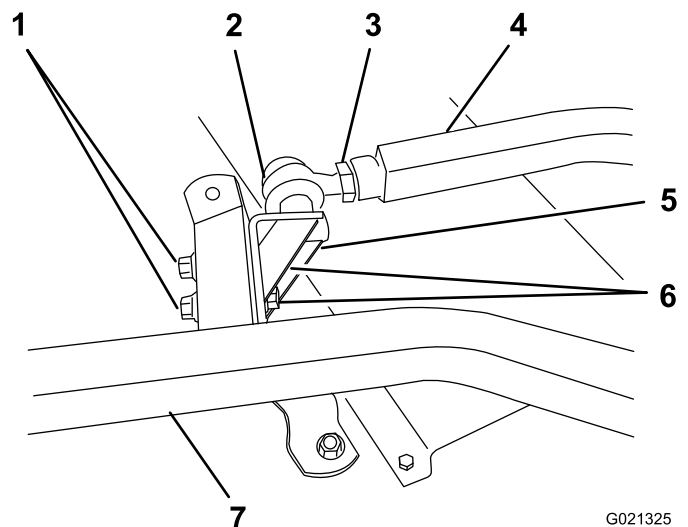

Bild 23
6. Ein Helfer sollte den linken Schubarm nach unten drücken, während Sie die Kopfschrauben, Flachscheiben und Sicherungsmuttern entfernen, mit denen die Kugelgelenkhalterung am Laufradarm des Mähwerks befestigt ist (Bild 23). Jetzt kann der Helfer den Schubarm vorsichtig anheben, damit der Federdruck von 68 kg langsam abgelassen wird.
5. Der linke Schubarm sollte von einer anderen Person vorsichtig heruntergedrückt werden, bis die Löcher in der Kugelgelenkbefestigung mit den Löchern im Laufradarm ausgefluchtet sind (Bild 23). Schieben Sie sofort einen Holzblock (12 x 12 cm) zwischen die Oberseite des Schubarms und der Unterseite des Chassis.